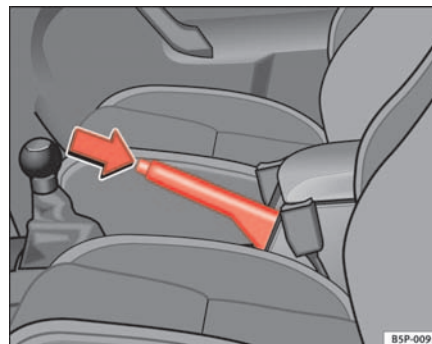

Abb. 97 Handbremse zwischen den Vordersitzen
⇒ **Abb. 97.**
- Ziehen Sie den Hebel etwas nach oben, drücken Sie den Entriegelungsknopf in Pfeilrichtung ⇒ **Abb. 97** und führen Sie den Handbremshebel ganz nach unten ⇒ .